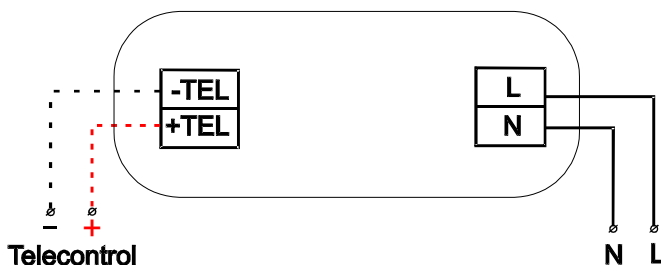

Рис.1.
- 3.3 Присоедините провода питания к 2-ум клеммам L и N (см. рис.1).
- 3.4 В случае использования устройства TELECONTROL, оно подключается к клеммам «+» и «-» с маркированных надписью TEL или Telemando. При подключении необходимо соблюдать полярность, сечение провода 0,5-1,0 мм² (см. рис.1).